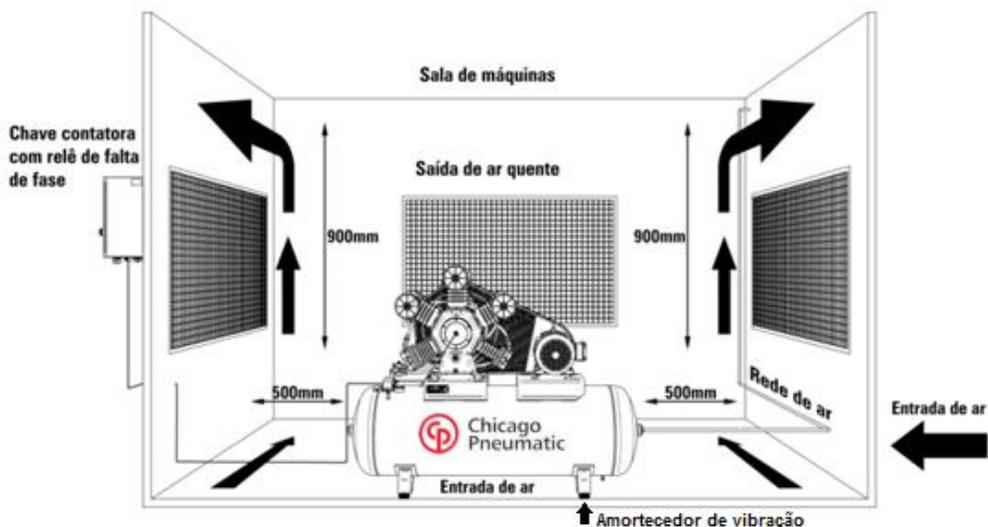

Figura 02 – Instalação
- O compressor deve ser instalado em um pavimento sólido (base de concreto) conforme figura 02, e horizontal de forma que suporte devidamente o peso do equipamento mais o peso do líquido (água) quando do teste hidrostático.
- O reservatório de ar **NÃO** pode ser chumbado rigidamente ao pavimento, o mesmo deve **obrigatoriamente** ser instalado com amortecedores de vibração (**quando o modelo não acompanha**) entre o pé do reservatório e a base de concreto, conforme (figura 02). Estes devem ser adequados para o peso e vibração do produto.
- Respeitar as distâncias mínimas de instalação (figura 02) a fim de garantir uma boa ventilação durante o funcionamento e facilitar o acesso à eventual manutenção e inspeção do produto.
- em uma sala de máquinas de preferência (figura 02), o local deve ser coberto, com boa ventilação, livre de poeira, umidade, produtos químicos ou qualquer outro tipo de poluição. Quando não possível, instalar tubulação de sucção externa de forma que o ar admitido seja o mais limpo possível para uma vida útil longa de seu compressor.